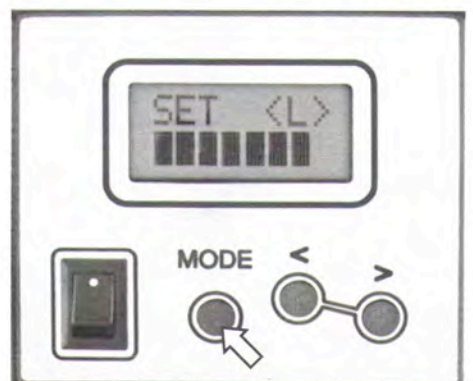

Рис. 28
6. Для выхода из этого режима нажмите и отпустите кнопку **MODE** (рис. 28).